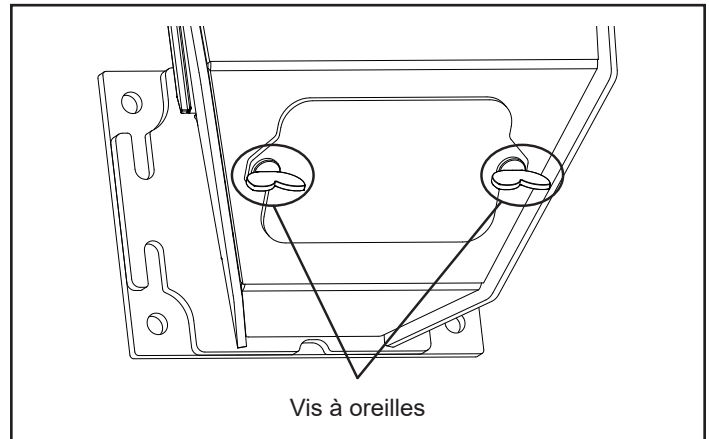

Figure 2.7
- Desserrez les (2) vis à oreilles situées sur l'angle inférieur avant du pot de combustion. Figure 2.7